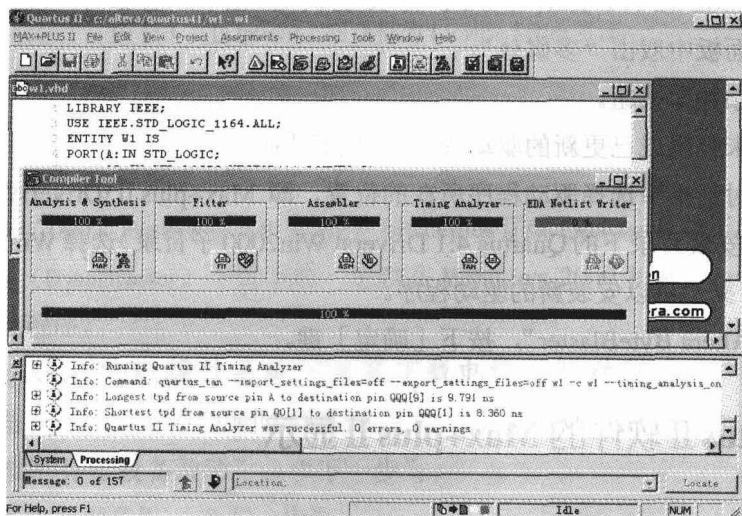

图 1-5 Quartus II 软件的 Max+plus II 显示
- (3) 点击 [Apply] 按钮后,重新进入 Quartus II 软件,此时的图形用户界面,如菜单、快捷键等就完全类似于 Max+plus II 软件了,如图 1-5 所示。